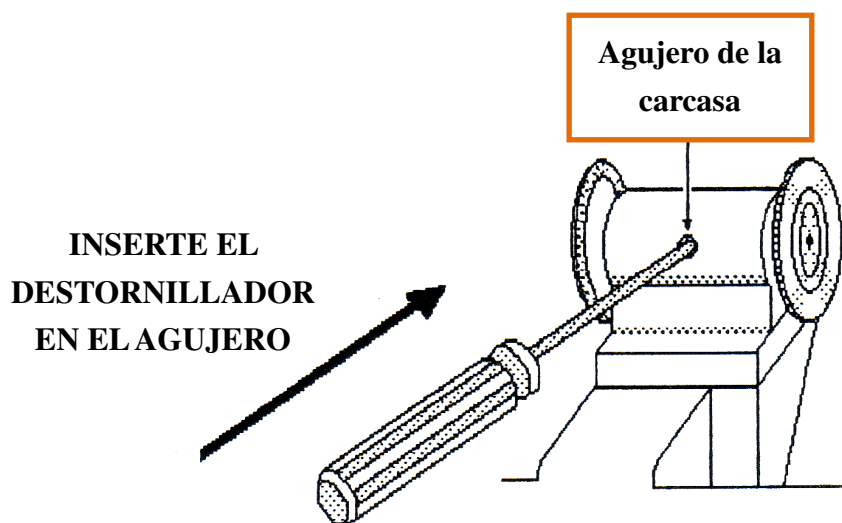
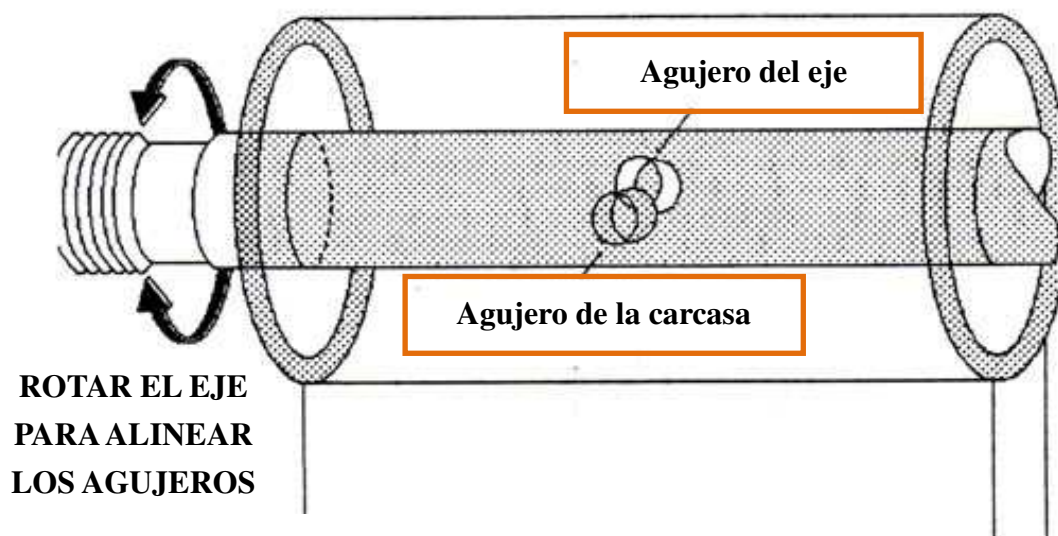

Figura 20
Figura 21
- 3) Bloquee el movimiento del eje de las fresas. Para ello, inserte un destornillador Phillips (u otro objeto similar) en el agujero de la carcasa situada entre la fresa izquierda y la fresa derecha (ver figura 20). Use el destornillador como sonda para localizar el agujero del eje (no visible) mientras gira el propio eje en cualquier dirección (puede girar el eje, por ejemplo, girando el cepillo eliminador de rebaba). Una vez tenga alineados ambos agujeros debe introducir totalmente el destornillador, de forma que éste atravesase completamente tanto el eje como la carcasa, lo que mantendrá el eje inmóvil al aflojar la tuerca (paso 4) (ver figura 21).